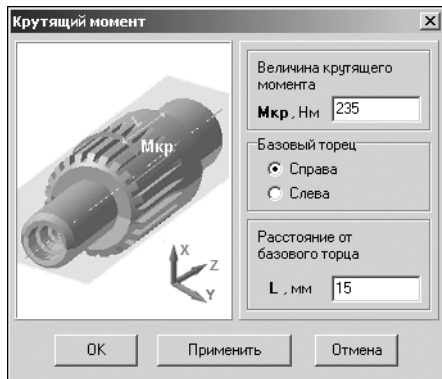

Рис. 6.5.
2. В развернувшемся меню выберите команду **Крутящий момент**. Откроется окно, предназначенное для ввода параметров момента (рис. 6.5). В окне находятся схема приложения крутящего момента и поля для ввода значений, определяющих место приложения, величину и направление момента.